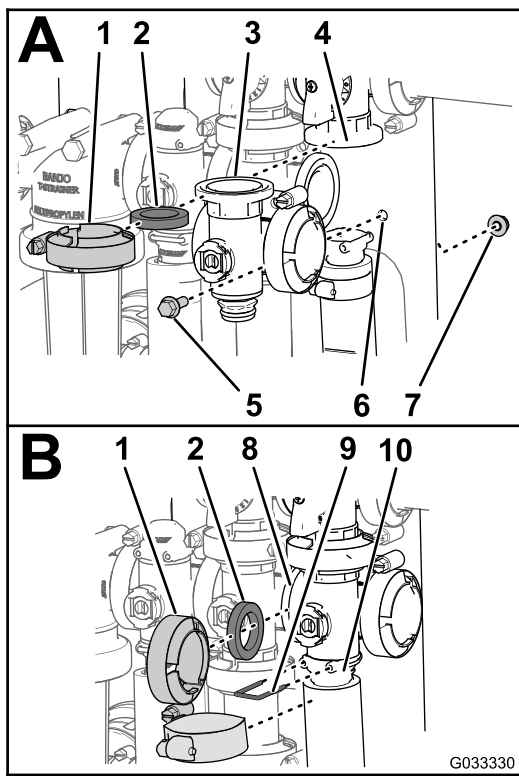

Figura 77
1. Alinee la brida del distribuidor de la válvula maestra, una junta y la brida de la válvula de desvío de la válvula maestra (Figura 77, A).
- Monte el distribuidor de la válvula maestra, la junta y la válvula de desvío de la válvula maestra con una abrazadera y apriete a mano (Figura 77, A).
- Alinee la brida del distribuidor de la válvula maestra, una junta y el distribuidor de la válvula de agitación (Figura 77, B).
- Monte el distribuidor de la válvula maestra, la junta y el distribuidor de la válvula de agitación con una abrazadera apretada a mano (Figura 77, B).
- Alinee la brida del distribuidor de la válvula maestra, una junta y el alojamiento de la válvula maestra (Figura 77, B).
- Monte el distribuidor de la válvula maestra y el alojamiento con una abrazadera apretada a mano (Figura 77, B).
- Sujete el conector de extremo al conector de salida insertando una horquilla de retención en el conector de salida (Figura 77, B).